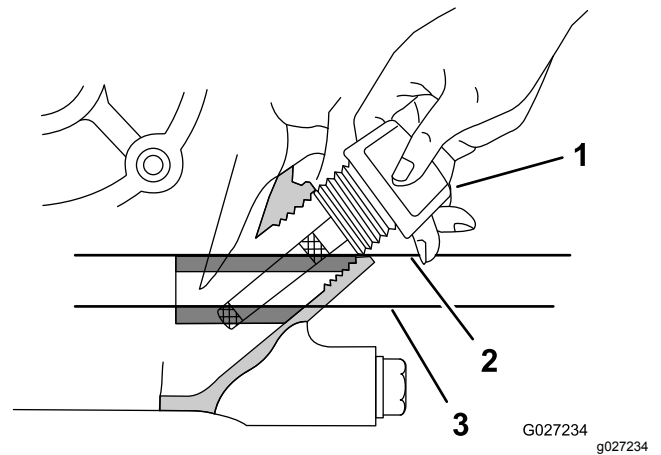

Figure 13
5. Insérez la jauge dans le moteur, comme montré à la Figure 13.
6. Sortez la jauge du goulot de remplissage et vérifiez le niveau de liquide dessus (Figure 13).
Remarque: Le niveau d'huile moteur doit recouvrir la zone hachurée sur la jauge (Figure 13).
8. Serrez la jauge à la main dans le goulot de remplissage (Figure 13).
4. Sortez la jauge du moteur et essuyez-la sur un chiffon propre (Figure 13).